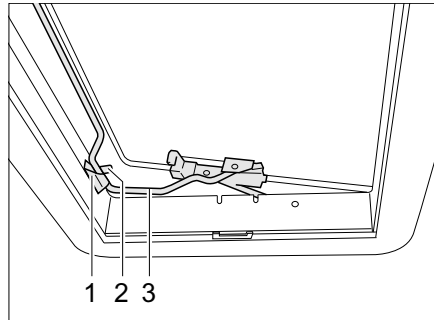

Fig. 49 Lanterneau Heki en position de ventilation 2
- Insérer l'étrier (Fig. 49,3) dans le support (Fig. 49,1).
- Placer le levier (Fig. 49,2) sur l'étrier.